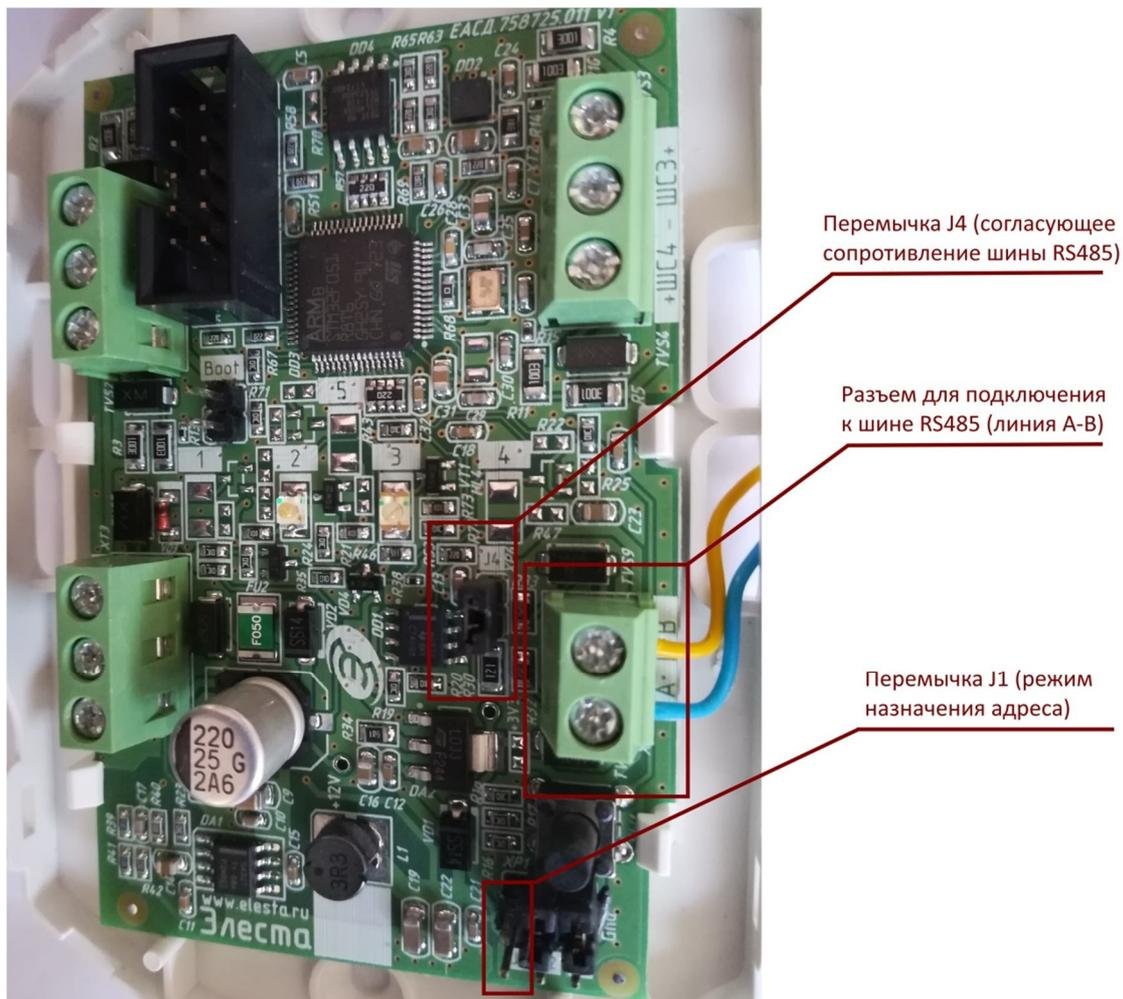

Рисунок 3. Подключение расширителя к линии RS485.
3.2 Перевести один расширитель в режим назначения адреса – замкнуть переключку J1 (рисунок 3). Индикаторы расширителя должны попеременно мигать, индицируя готовность к конфигурированию.